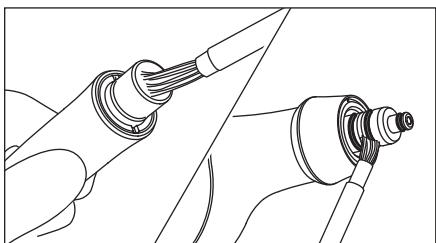

Fig.11
- 1) Limpie perfectamente el interior de la unión de la pieza de mano y la parte del anillo "O" del depósito de polvo, utilizando el cepillo accesorio para la limpieza. (Fig. 11)